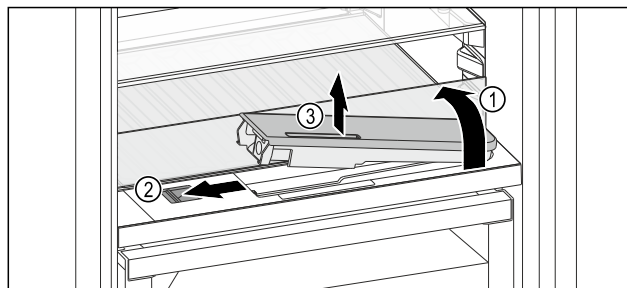

Fig. 188
- ▶ Podignite staklenu ploču i otklopite je do graničnika prema natrag Fig. 188 (1).
- ▶ Pomaknite Fig. 188 (2) klizač ulijevo.
- ▶ Izvadite spremnik za vodu Fig. 188 (3).